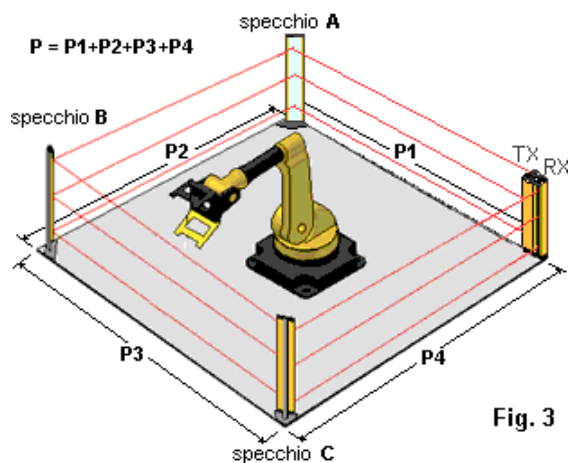
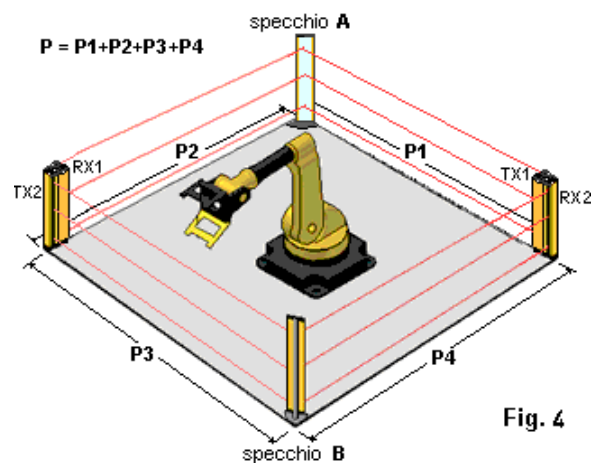

Fig. 3
Fig. 4
- protección **total** (cuando la barrera protege 4 lados utilizando 3 espejos como en la fig. 3. Si el perímetro es elevado esta solución es desaconsejable por la dificultad de alineación, por lo que se recomienda el uso de dos barreras combinadas con dos espejos como en la fig. 4